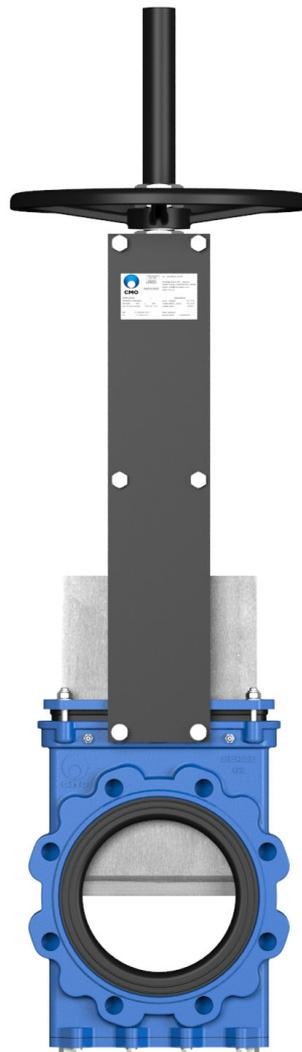

Fig.12
- Se recomienda un soporte-guía de husillo (fig. 12) cada 1,5 m.
3.-PLACAS SOPORTE ALARGADAS (Fig 12)